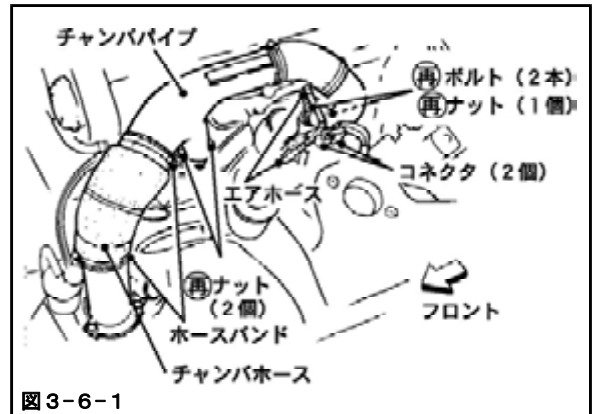

図3-6-1
- (1) 再ボルト (2本), 再ナット (3個), ガスケットチャンバパイプを使用して、チャンバパイプを取付けてください。(図3-6-1) (P5×2)
- (2) ホースバンドを使用して、チャンバホースを取付けてください。(図3-6-1)
- (3) コネクタ (2個) を取付けてください。(図3-6-1)
- (4) エアホース (2本) を取付けてください。(図3-6-1)